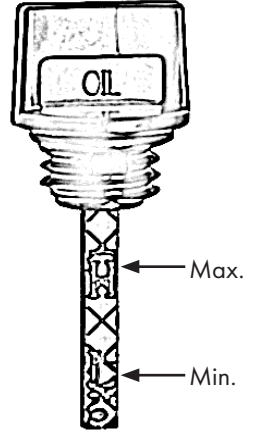

Abbildung 10
- Lesen Sie den Ölstand ab, siehe auch Abb. 10.
Zwischen oberer und unterer Markierung muss ein Ölfilm sein. Falls kein Ölfilm vorhanden ist, ist der Ölstand zu niedrig, Abb. 10. Füllen Sie weiteres Öl nach. H-High steht für Maximum. L-Low steht für Minimum.